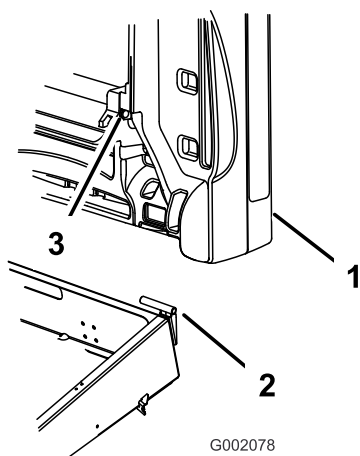

Figure 12
3. Glissez le trou de montage du plateau de chargement sur le pivot (Figure 12).